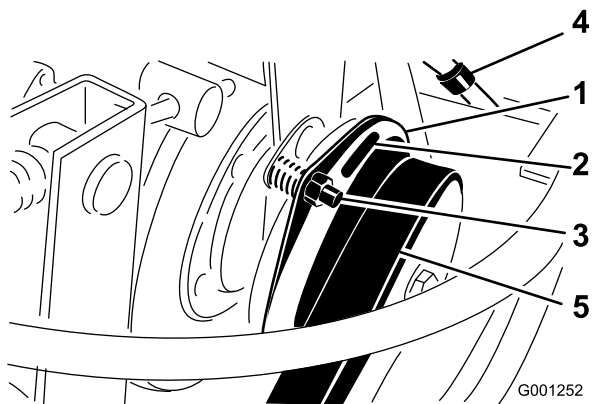

Figura 79
3. Ajuste la holgura hasta que pueda deslizar una galga de 0,38 mm entre la guarnición del embrague y la placa de fricción con una ligera presión (Figura 79).
Nota: La holgura puede reducirse girando la tuerca de ajuste en sentido horario (Figura 79). La holgura máxima es de 0,76 mm. Ajuste la holgura en las 3 posiciones.